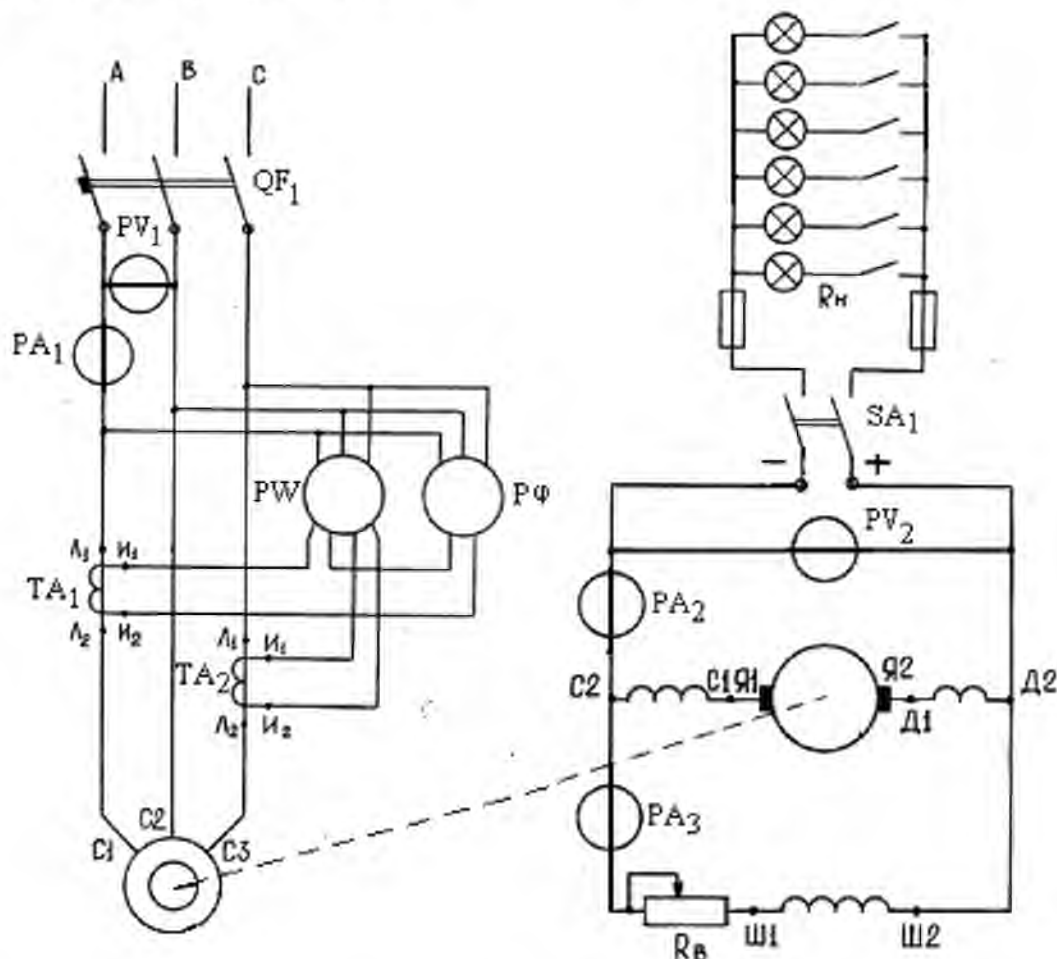

Рис. 1.
3.5. Собрать электрическую цепь, схема которой изображена на рис. 1., и предъявить ее для проверки преподавателю.